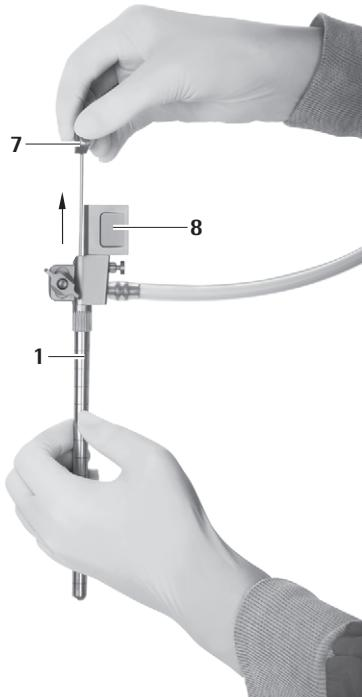

Fig. 9
- ▶ Estrarre l'otturatore per canale di lavoro ovale **7** attentamente dal trocar MINOP InVent 1, vedere Fig. 9.